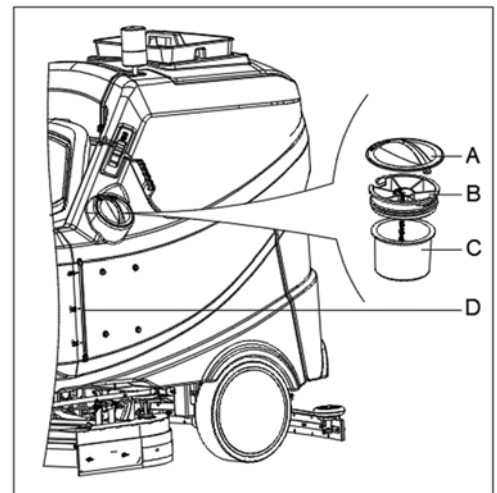

Figure 11
1. Ouvrir le couvercle d'entrée d'eau (A, Figure 11).
3. Ne pas trop remplir le réservoir, se reporter à l'indicateur de niveau d'eau (D) pour le volume d'eau.